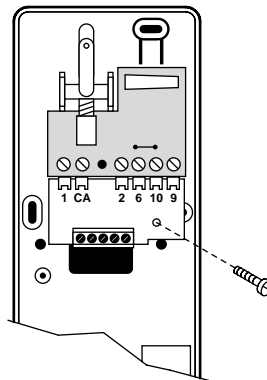

Fig. 2
- fixer le dispositif sur la base avec la vis fournie à cet effet (Fig. 2);